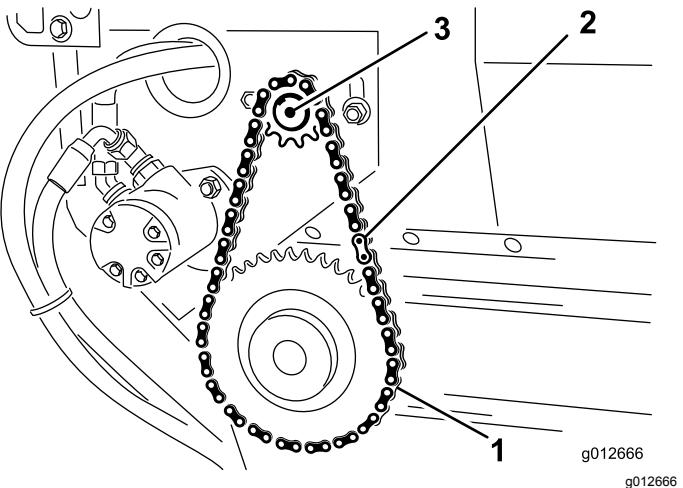

**Figure 22**
1. Déposez le couvercle de la chaîne (Figure 22).